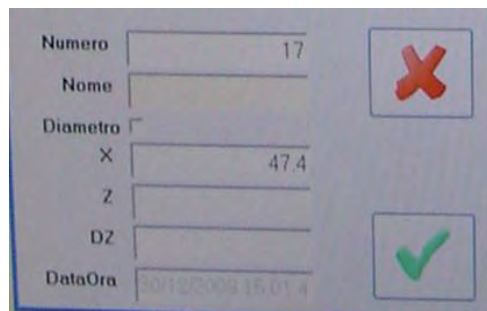

fig. O7
- La fenêtre en bas à gauche devient active (fig. O7)